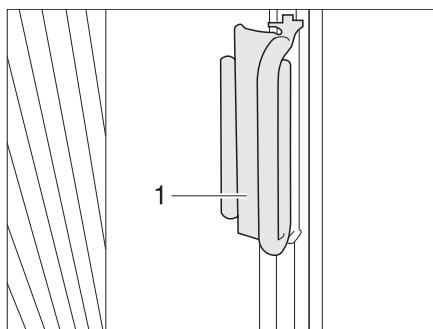

Fig. 31 Bloqueo de los estores plegables para la ventana del conductor/ del acompañante
- Empujar los estores plegables para la ventana del conductor y del acompañante con el tirador (Fig. 31,1) sobre la pieza sobrepuesta. El estor plegable queda asegurado.